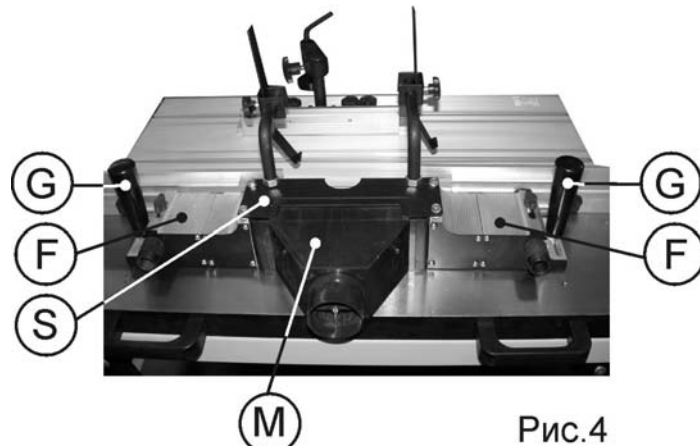
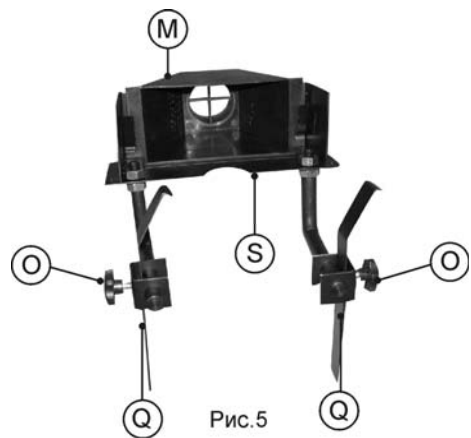

Рис.4
Рис.5
6.3.3. На рабочем столе (А) установите и закрепите, используя две ручки (G) и шайбы (H), две опоры (F), Рис.4.
6.3.4. На кронштейне (S) закрепите две стойки (P), Рис.5.
6.3.5. На стойке (P), используя винты фиксации (O), установите планки (Q), Рис.5.
6.3.6. Патрубок пылесборника (M) вставьте в пружинный захват кронштейна (S), Рис.5.
6.3.7. Собранный узел, Рис.5, установите на две опоры (F) и закрепите, как показано на Рис.4.